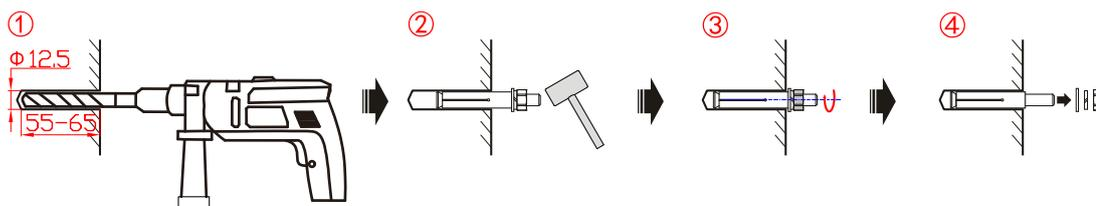

Figura 3-15 Praticare i fori e inserire i tasselli
3. Realizzare i fori e inserire i tasselli M10, come illustrato in Figura 3-15.